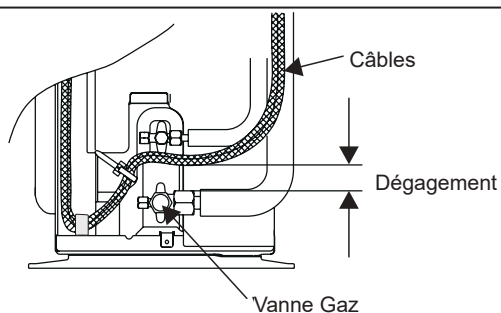

fig. 36 - Finalisation de la connexion de l'unité extérieure monophasée
- Utiliser la plaque de fixation pour tenir les câbles contre la plaque isolante (fig. 36).